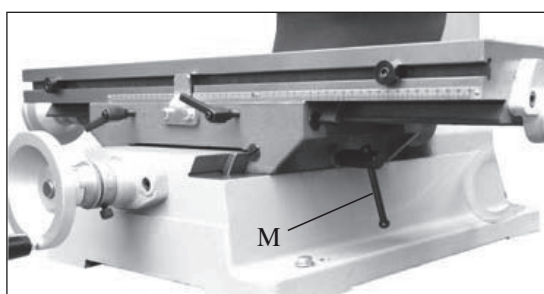

Fig. 9.1
2. Lås bordet vha. de to låsestænger (L, fig. 9) for Y-aksen og låsehåndtaget (M, fig. 9.1) for X-aksen. Drej den med uret for at låse og mod uret for at låse op.